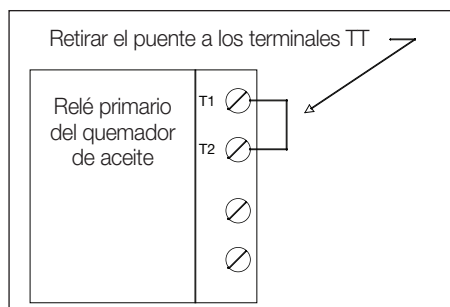

Figura 7
2. Retirar el puente de los terminales TT del relé del quemador de aceite que se muestra la Figura 7.